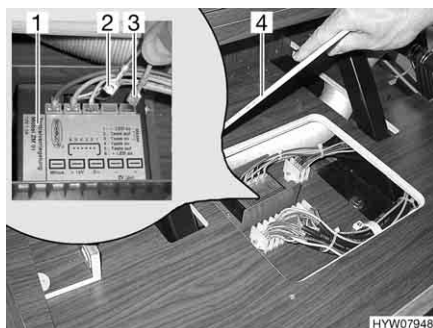

Fig. 89 Apparecchio di controllo per chiusura centralizzata nel blocco cucina
- Rimuovere la copertura (Fig. 89,4) dall'apparecchio di controllo.
- Nell'apparecchio di controllo (Fig. 89,1) estrarre i cavi "ZV+" (blu) (Fig. 89,3) e "ZV-" (marrone) (Fig. 89,2).